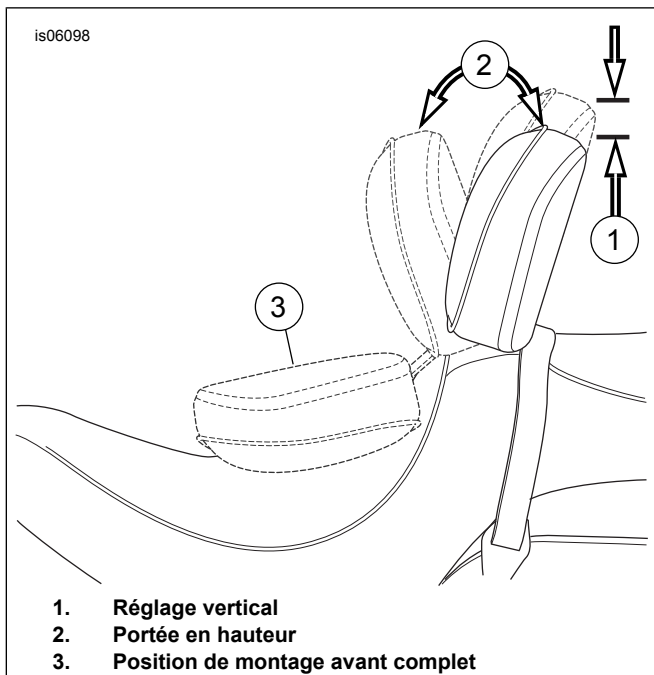

Figure 8. Positions du dossier
- Figure 8 Une fois le dossier et la selle en place, repousser le dossier jusqu'à sa position avant maximale (3). Le mécanisme du dossier va venir appuyer contre la face inférieure de la selle et contre le protège-selle qui a été inséré.
1. Figure 8 La poignée de réglage est utilisée pour déplacer la position du coussin du dossier vers l'avant et vers l'arrière.
2. Afin d'ajuster le coussin du dossier vers l'avant ou vers l'arrière (2), pousser la poignée. Appuyer contre le coussin du dossier pour faciliter le réglage arrière. En évitant de faire pression sur le coussin du dossier, mais en appuyant sur la poignée, le dossier viendra se placer à sa position avant maximale. Relâcher la poignée pour verrouiller le dossier en place.
3. Pour régler le coussin du dossier vers le haut et vers le bas (1), tirez le bouton à l'arrière du coussin. Soulevez et abaissez le dossier dans la position souhaitée, puis le relâcher lorsque le coussin est dans la position désirée.